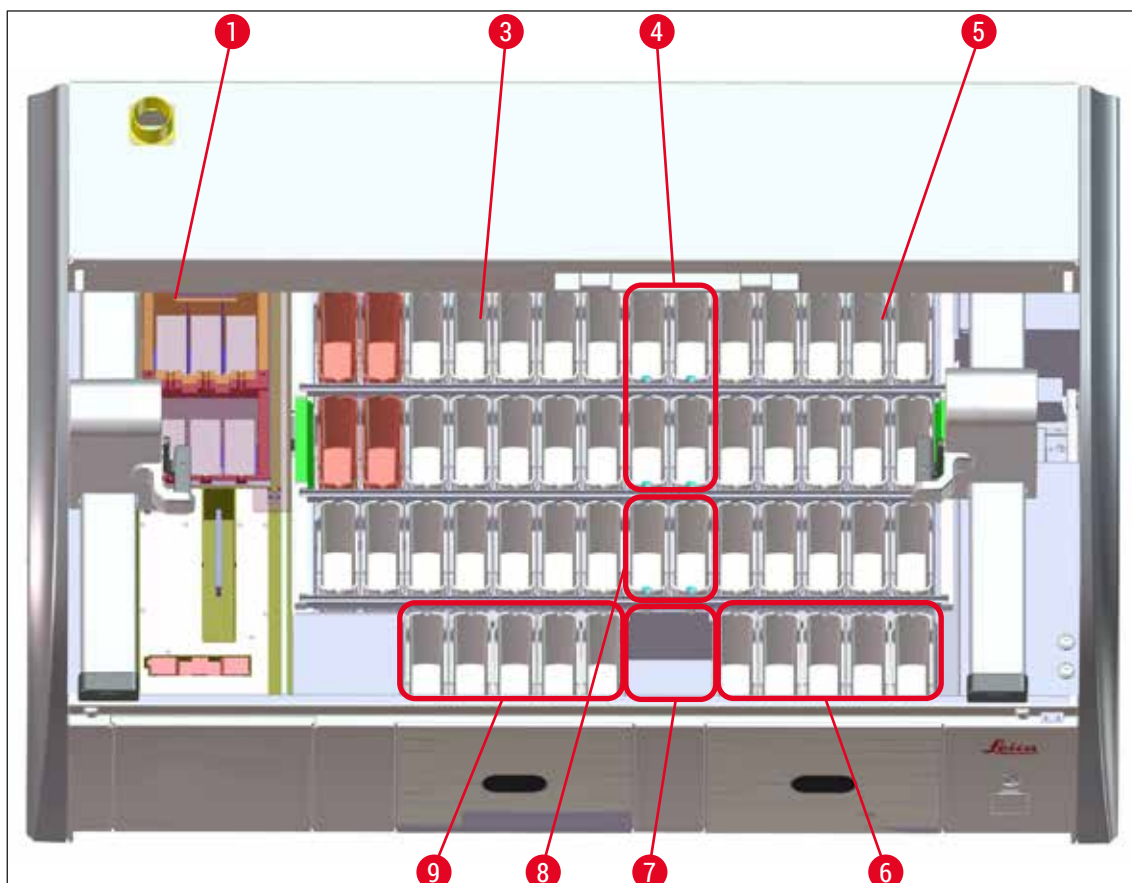

Fig. 65
- Las estaciones duplicadas deben estar en el mismo lado del campo de la cubeta (→ "Fig. 40") (→ "Fig. 65"); de lo contrario, no se puede guardar el ajuste a la disposición de los baños.
- La (→ "Fig. 65") ofrece una visión general de las diferentes estaciones del campo de cubetas.